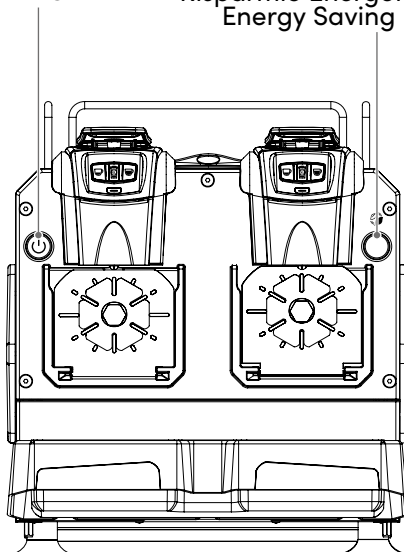

Fig. 2
- Premere l'interruttore ON/OFF posto sulla parte frontale sinistra della macchina (Fig.2), l'interruttore si illumina ad indicare che la macchina è accesa.
La macchina è corredata di un interruttore generale ON/OFF posto sulla parte frontale sinistra (Fig.2). Lasciando la macchina collegata alla presa di corrente è possibile premere l'interruttore ON/OFF per accendere o spegnere la macchina, il cui stato è segnalato dalla luce sull'interruttore stesso.